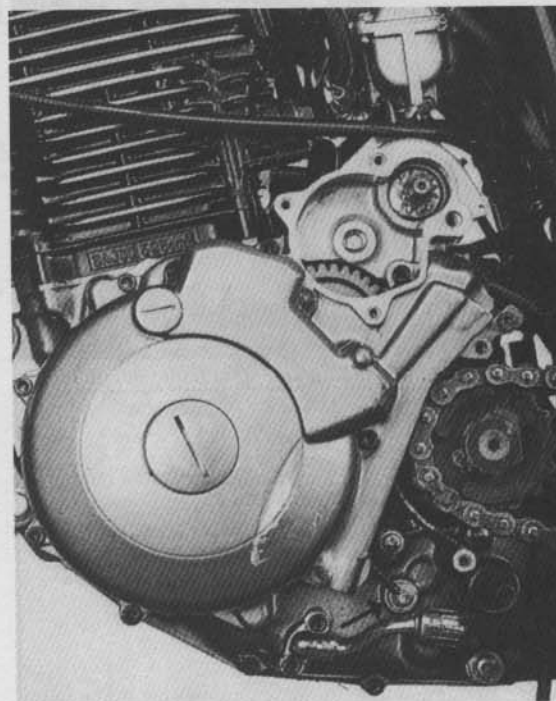

Bild 81
- Stecker des Generators am linken Oberzug zu Regler und Zündbox trennen und Stecker samt Kabel freilegen. Mit in diesem Kabelbaum verläuft auch Leerlaufanzeigekabel (Pfeil in Bild 81), auch abnehmen.